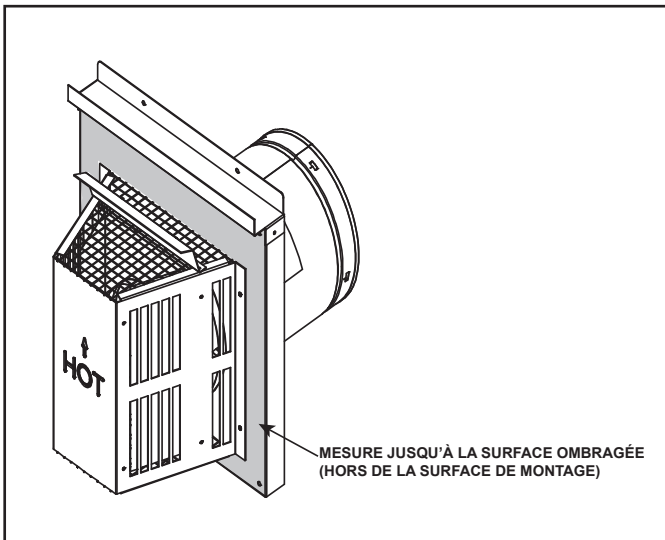

Figure 4.6 Mesure à la surface extérieure de montage
- Les dégagements des couronnes horizontales sont mesurés par rapport à la face de montage extérieure (bride du chapeau de l'extrémité) (voir la figure 4.6).